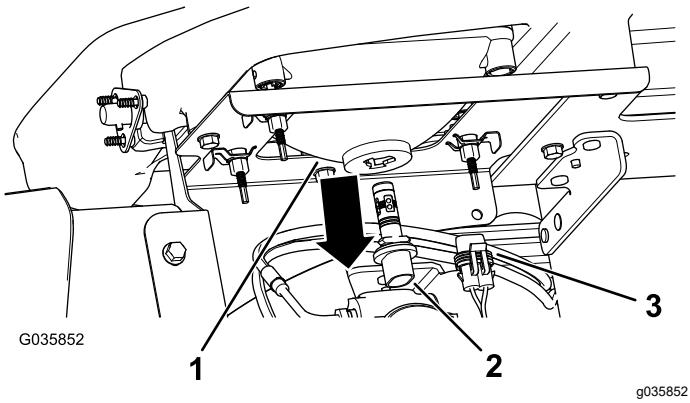

図 41
3. ヘッドライトハウジングの裏側からきているランプアセンブリ用ハーネスコネクタを外す 図 41。
4. ランプアセンブリを左に $\frac{1}{4}$ 回転させて後に引き抜いてヘッドライトハウジングから取り出す 図 41。
5. 新しいランプアセンブリとヘッドライトハウジングを入れ、ランプアセンブリについているタブをヘッドライトハウジングのスロットに合わせる 図 41。
6. ランプアセンブリを右方向に $\frac{1}{4}$ 回転させて取り付ける 図 41。
7. ハーネス用のコネクタを、新しいランプアセンブリのコネクタに接続する 図 41。